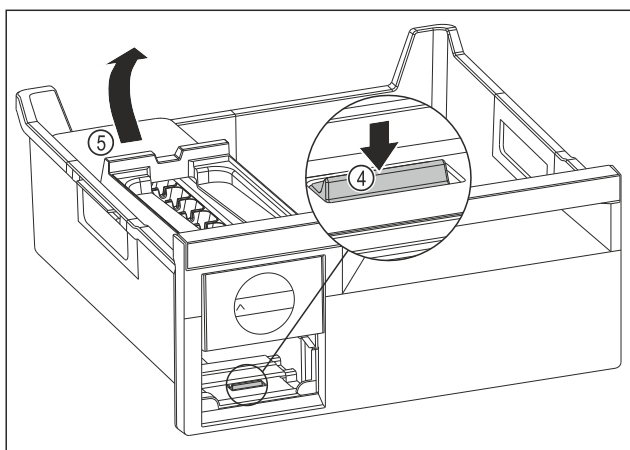

Fig. 144
- ▶ Udtagning af EasyTwist-Ice-legemet: Tryk lasken Fig. 144 (4) ned med fingeren, og løft samtidigt EasyTwist-Ice-legemet Fig. 144 (5) med den anden hånd.